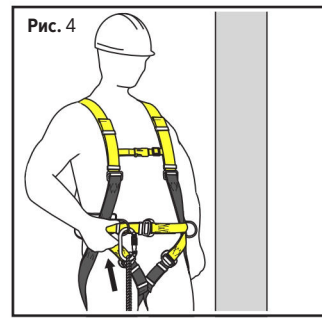

Рис. 4
- Присоедините карабин к правому элементу крепления на поясном ремне (или к левому – для пользователя-левши) для рабочего позиционирования (рис. 4).